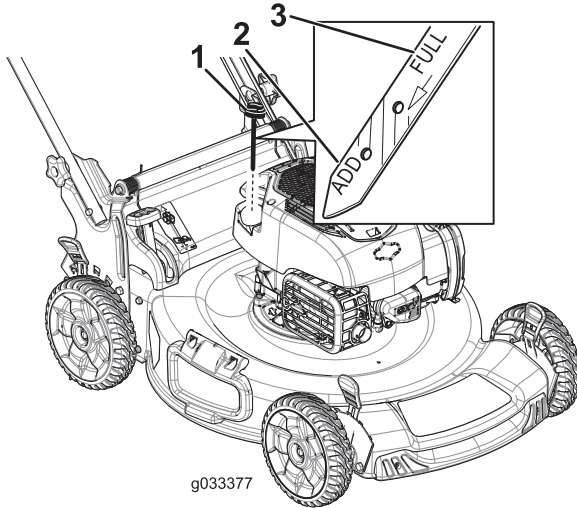

Figura 14
2. Retire la varilla, límpiela, y vuelva a colocarla (Figura 14).
3. Retire la varilla y compruebe el nivel de aceite (Figura 14). Si el nivel de aceite está por debajo de la marca "Add" de la varilla, vierta lentamente aceite en el tubo de llenado hasta que el nivel llegue a la marca "Full" de la varilla. **No llene demasiado.**